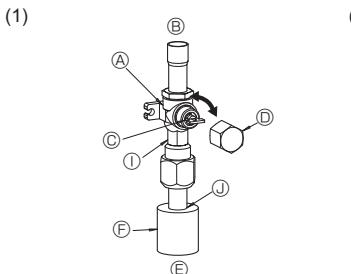

Fig. 4-6
- (1) Gaszijde (Fig. 4-6)
- ① Verwijder de dop, trek het handvat naar u toe en draai dit een kwartslag tegen de klok in om de kraan te openen.
- ② Let erop dat de afsluitkraan geheel open is, druk de hendel in en draai de kap terug naar de oorspronkelijke stand.